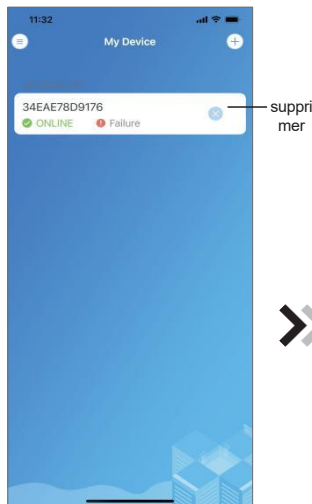

Fig.21 Interface de gestion de l'appareil
- 10 Après que la liaison WIFI soit terminée, revenez à Mes appareils (Fig.21);